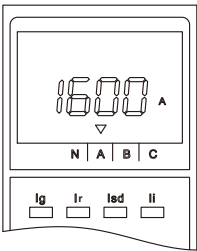

图70 A相电流显示界面
① 缺省状态：缺省状态即为测量状态，故障指示灯都灭，控制器处在无按键操作，显示最大电流。在缺省状态若按“→”，循环显示L1、L2、L3(LN)、Lg电流值。示例图见图70